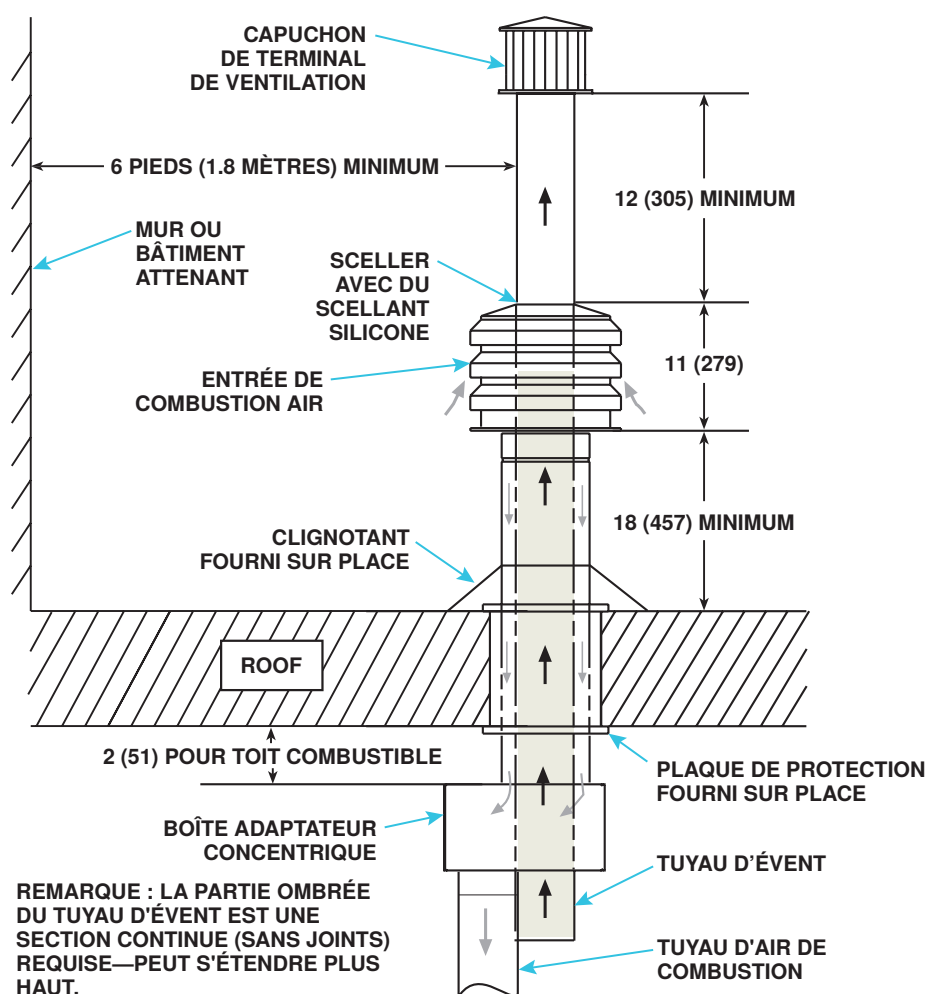

Figure 18. Installation de l'option CC2
- b. Choisissez un emplacement à l'abri des courants d'air et qui offre assez d'espace pour chaque boîtier adaptateur concentrique. L'emplacement des terminaux d'évacuation doit respecter les distances entre les bâtiments, comme illustré à la Figure 18.
11. Vérifiez la conformité à la **Figure 18** et à toutes les exigences d'échappement spécifiques données ci-dessus.